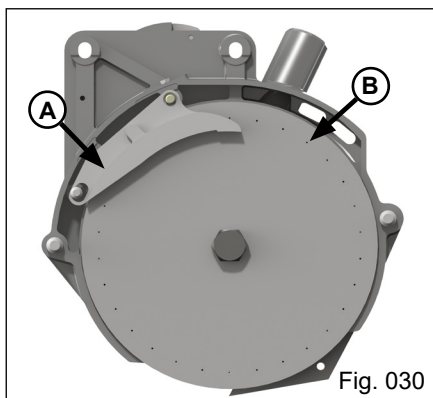

Fig. 030
- Disco: dotado de orifícios calibrados “B” (Fig. 030), nos quais as sementes aderem por efeito da sucção gerada pelo fluxo de ar.
A regulagem do seletor “A” (Fig. 030) tem a função de garantir que cada furo do disco retenha o menor número possível de sementes, de forma compatível com o tamanho e a uniformidade do lote utilizado. Essa regulagem é essencial para reduzir ocorrências de duplos e triplos, evitando raleios excessivos e assegurando a qualidade da distribuição.